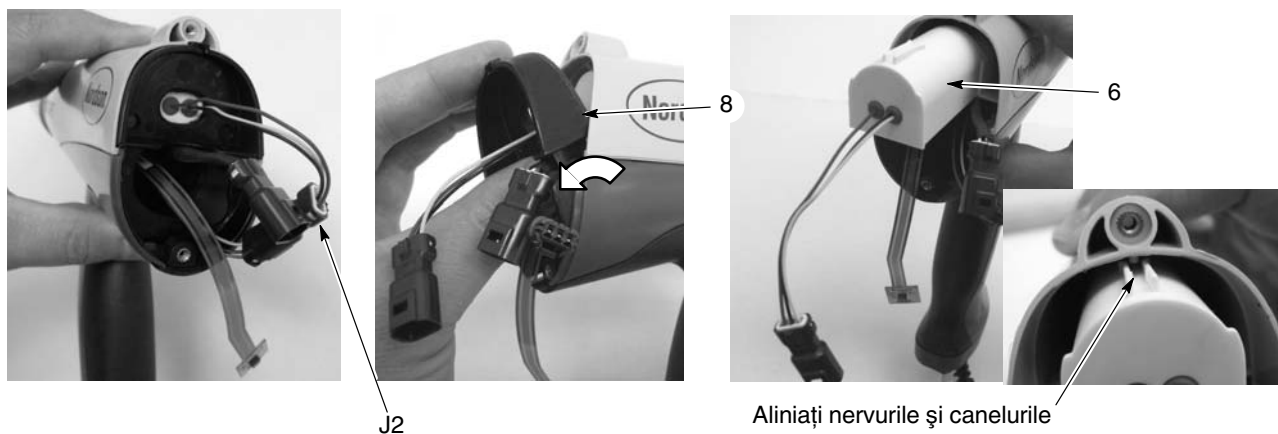

Figura 5-2 Înlocuirea alimentatorului de energie electrică
2. A se vedea Figura 5-2. Introduceți o șurubelniță mică în adâncitura din conectorii cablului pistolului/alimentatorului J2 pentru a elibera dispozitivul de prindere și a deconecta conectorii.
3. Trageți de capătul peretelui despărțitor (8) pentru a-l extrage din pistol.
4. Glisați alimentatorul (6) în afara corpului pistolului și trageți firele și conectorul alimentatorului în afara peretelui despărțitor.
11. A se vedea Figura 5-2. Dacă ați făcut deconectarea de la sursă, introduceți acest suport în cavitatea superioară a corpului pistolului, ghidând nervurile de ghidare pentru a le introduce în acest corp al pistolului între canelurile corespunzătoare de pe sursa de curent.